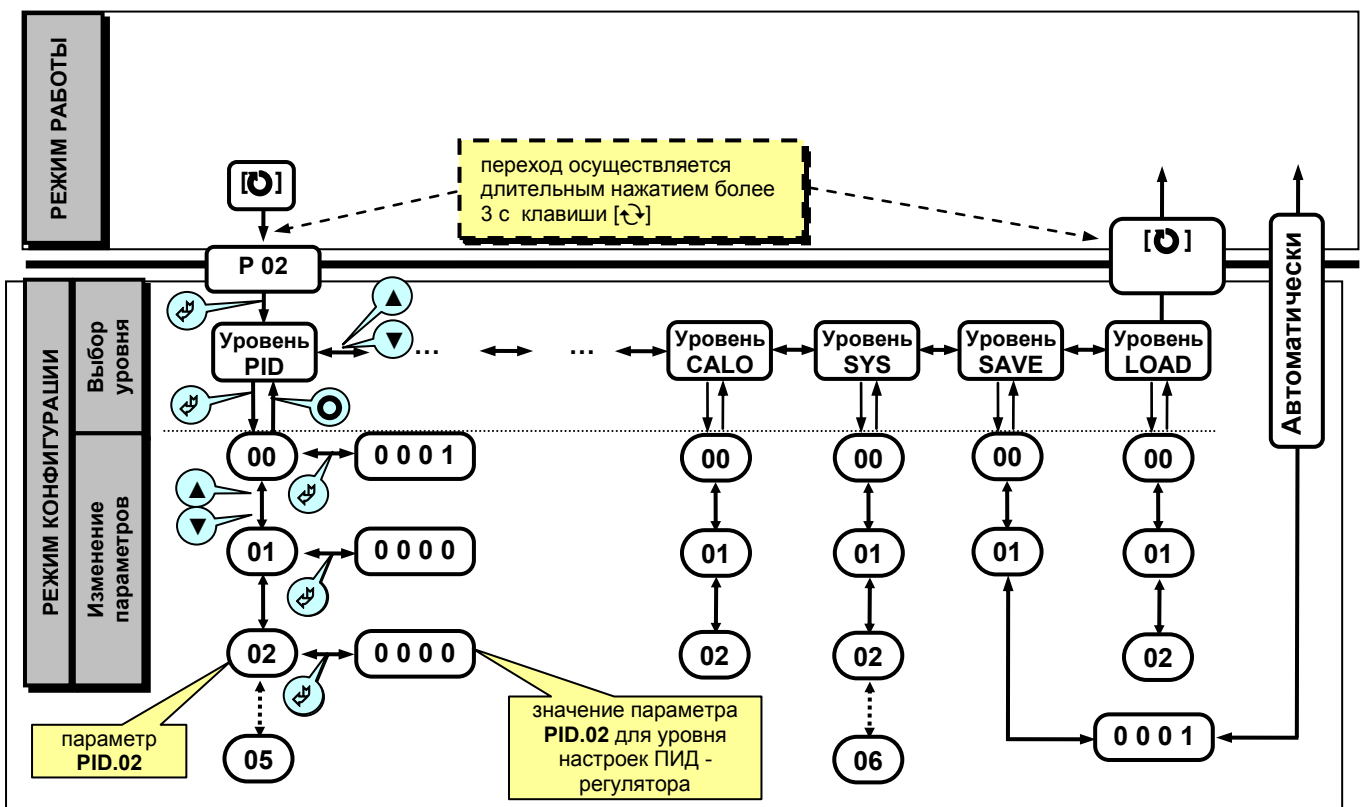

Рисунок 4.7.2 - Диаграмма режима конфигурации и настроек.
• Параметры разделены по группам, каждая из которых называется "уровень". Каждое заданное значение (элемент настройки) в этих уровнях называется "параметром". Параметры, используемые в регуляторе МИК-122, сгруппированы в следующие 24 уровня и представлены на диаграмме – см. рисунок 4.7.2. Индикация значения параметров конфигурации и их номеров указаны на рисунке. 4.7.1.